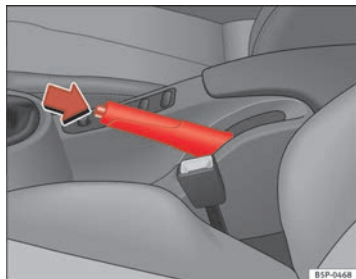

Fig. 149 Freno de mano entre los asientos delanteros
- Tire con fuerza de la palanca del freno de mano hacia arriba ⇒ fig. 149.
- Tire ligeramente de la palanca hacia arriba, presione el botón de desbloqueo en la dirección de la flecha ⇒ fig. 149 y baje completamente la palanca ⇒ ⚠.